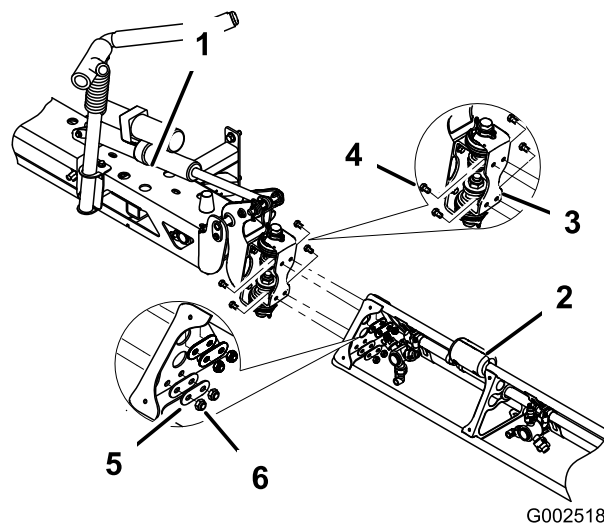

Figura 15
7. Coloque el brazo de extensión en el brazo central situado en la placa de pivote utilizando los 4 pernos, las 4 arandelas y las 4 tuercas que ha retirado en el paso 6, tal como se muestra en Figura 15.